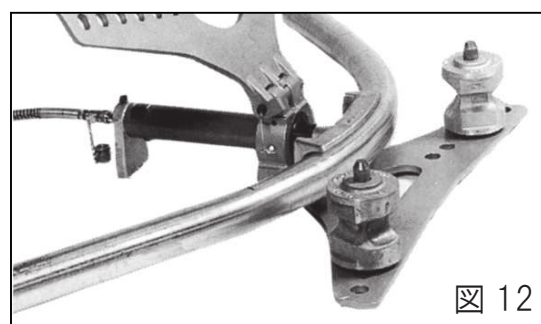

図12
6. ご希望の曲がりが得られましたら、ポンプの戻しバルブをゆるめてラムを下げてください。ラムが完全に下がりましたらオープンフレームを開いて管を取り出してください。（図12）